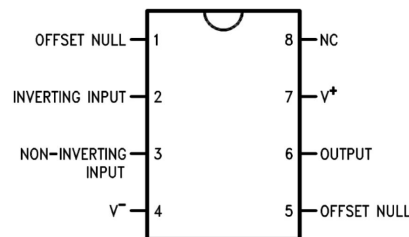

Figure 64 : Brochage de l'AO
- ✘ L'AO est une puce électronique à 8 bornes dont le brochage est donnée figure 64 :